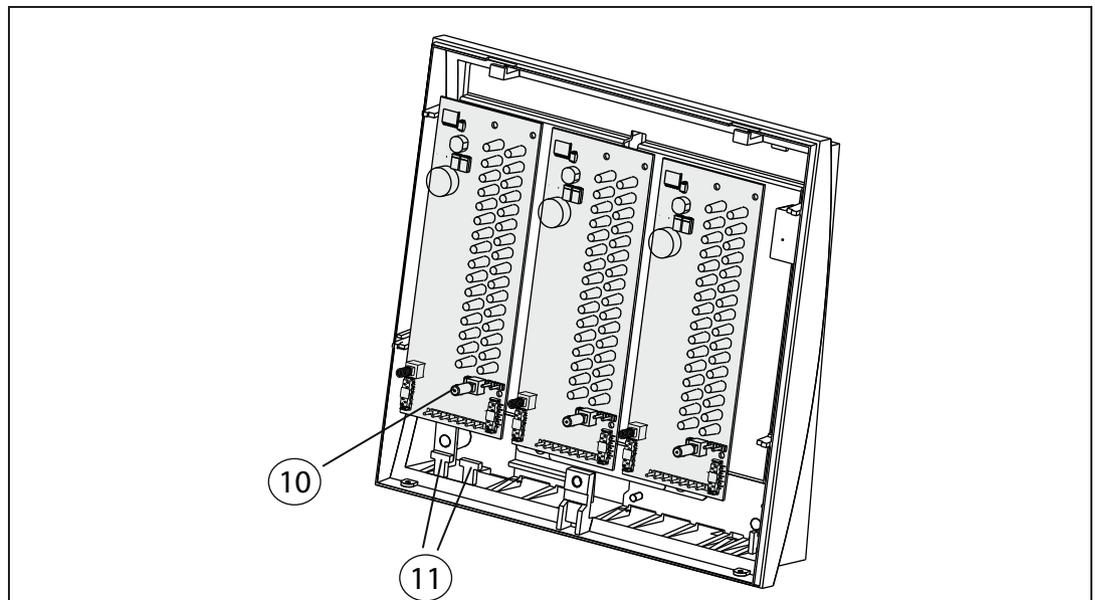

Figura 4.6: Posizionamento del cappuccio pulsante
9. Inserire i cavi nelle morsettiere a vite e collegare i pin (8) secondo le indicazioni della sezione 5, Connessione.
La *Figura 4.6* (11) mostra le barre di fissaggio per le fascette per cavi. Se sono disponibili più moduli ATG 420, effettuare anche i collegamenti per i connettori SUA1 e SUA2 secondo le indicazioni della sezione 5, Connessione.
10. Posizionare il cappuccio (incluso nel kit per il montaggio) sul pulsante dell'ATG sinistro (10).